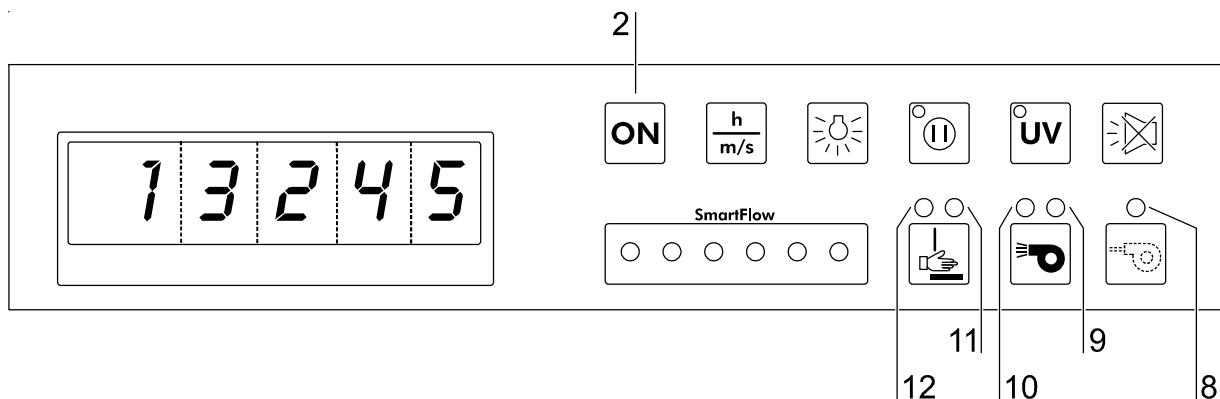

Abb. 14
1. **Abb. 14:** Gerät einschalten, Taste **ON** [2] niedergedrückt halten: